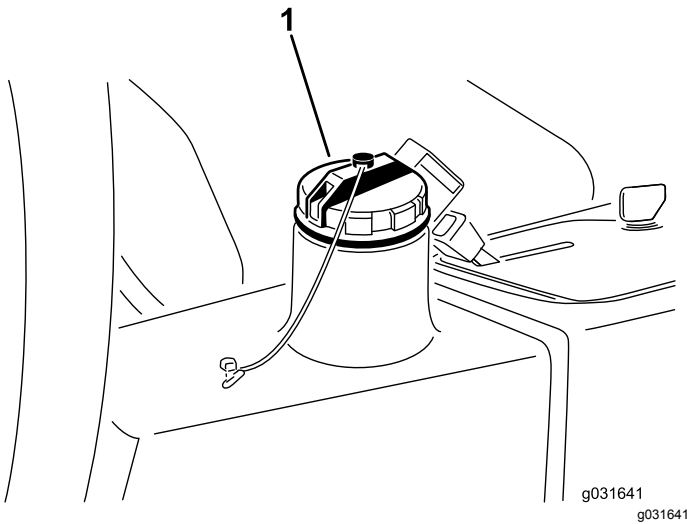

Figura 65
4. Llene el depósito (Figura 65) con aproximadamente 13,2 litros de aceite hidráulico; consulte Comprobación del sistema hidráulico (página 53).